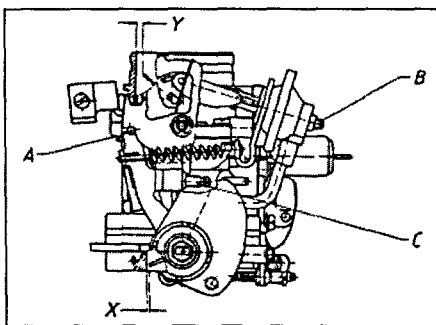

Рис. 4.22 Регулировка пускового устройства
- 22 Рычагом управления воздушной заслонкой полностью ее закройте. Винт регулировки пусковых оборотов должен упереться в упор и принудительно открыть дроссельную заслонку, чтобы получился небольшой зазор (рис. 4.22).